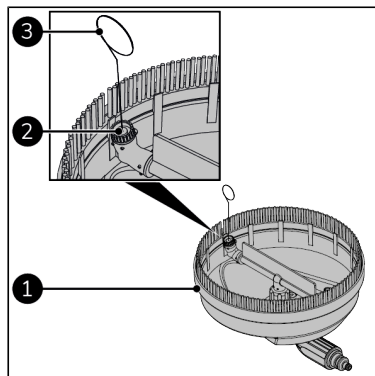

Figure 84.
3. Retirez le nettoyeur de sol (Figure 84, pos. 1) de la rallonge de la lance (Figure 67, pos. 2).
4. Nettoyez les deux buses (Figure 84, pos. 2) avec la tige de nettoyage (Figure 84, pos. 3).